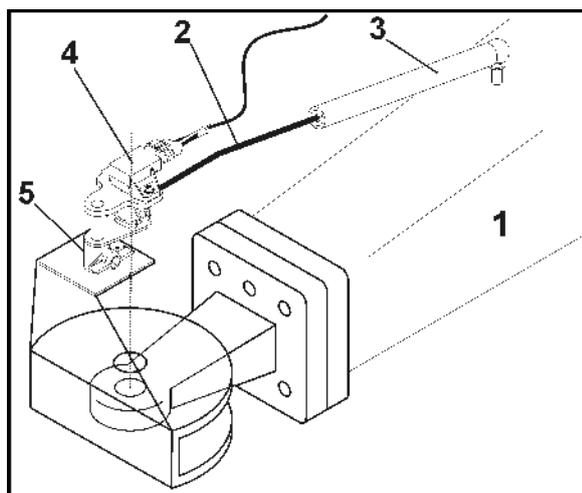

Fig. 26
La commande Trail-Tron, conçue pour un suivi automatique dans les traces du traceur, détecte la position angulaire du timon (Fig. 26/1) par rapport au sens d'avancement du tracteur.
1. Placez la tige coudée (Fig. 26/2) dans la douille plastique (Fig. 26/3).
2. Introduisez le transmetteur d'angle de rotation (Fig. 26/4) dans le logement (Fig. 26/5).